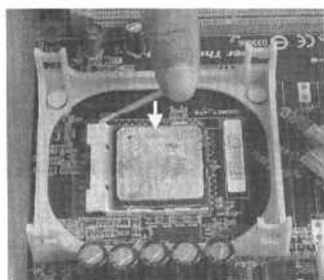
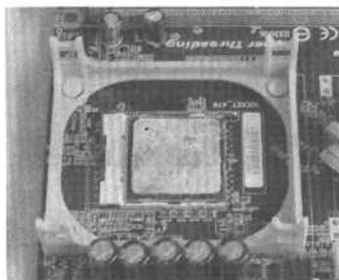

图 1-14 将 CPU 插座侧面的手柄压下
图 1-15 CPU 插槽侧面手柄复位的效果
⑦ 用手轻轻地把 CPU 插座侧面的手柄压下,如图 1-14 所示。直到将手柄恢复至原位即可,如图 1-15 所示。